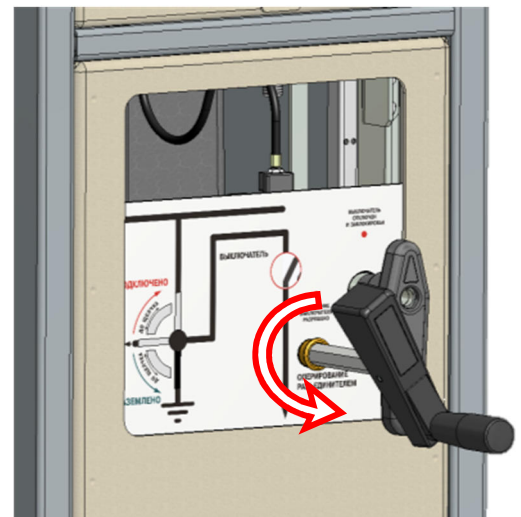

Рис.4.11. Установка положения разъединителя
- Вращением рукоятки перевести разъединитель в положение «Заземлено», рис. 4.11.
- Вращением рукоятки разъединителя перевести разъединитель в положение «Подключено», рис. 4.11.